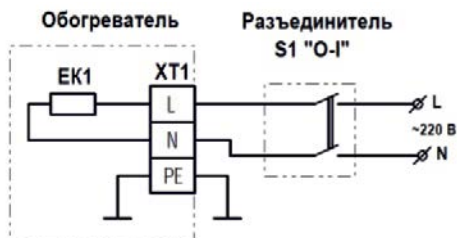

Рис. 4
2. Схемы подключения обогревателей приведены на рис. 4, 5 и 6 на странице 15 настоящего руководства.